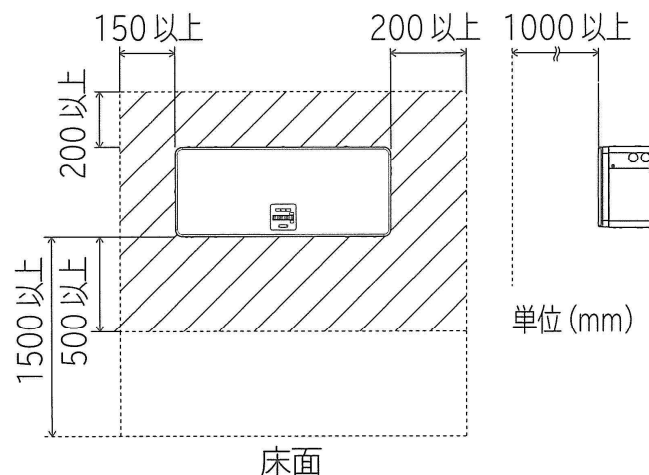

図 7 - 1 壁面取付時の周囲との最低スペース
- (1)パワーコンディショナは壁面に正しい方向で水平に取付けてください。
- (2)パワーコンディショナの製品質量 22 kg（取付板・金具含む）に耐えられる強固な垂直な壁面に取付けてください。強度が不足する場合は、板厚 20 mm 以上の構造用合板を間柱などに確実に固定してから取付けてください。
- (3)製品周囲は製品の冷却、およびメンテナンス時の作業空間確保のため図 7 - 1 壁面取付時の周囲との最低スペースに示す範囲（斜線部）に障害物がないようにしてください。
- (4)周囲温度 0 ～ 40℃、湿度 30 ～ 90 % 以内における湿度変化で結露しない屋内に取付けてください。
- (5)日本国内で標高 1500 m 以下の場所に取付けてください。
- (6)パワーコンディショナに同梱されている工事説明書を参照の上、正しく安全に取付けてください。